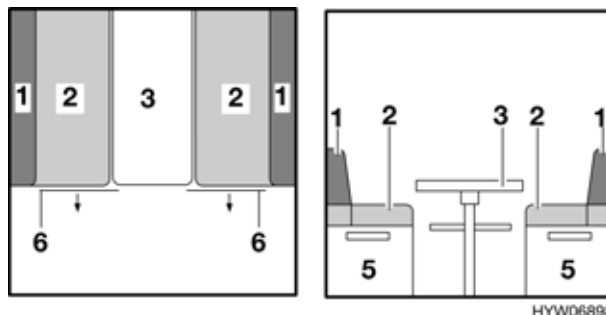

Fig. 73 Prima della trasformazione
- Sollevare leggermente il piano del tavolo in avanti (Fig. 73,3).